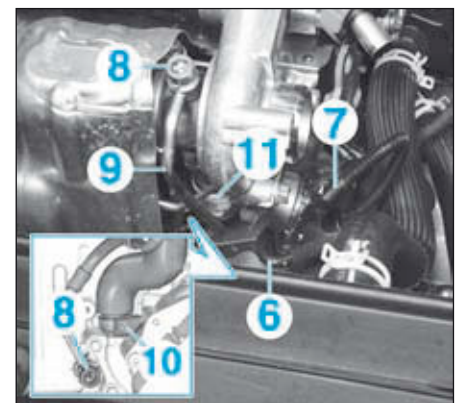
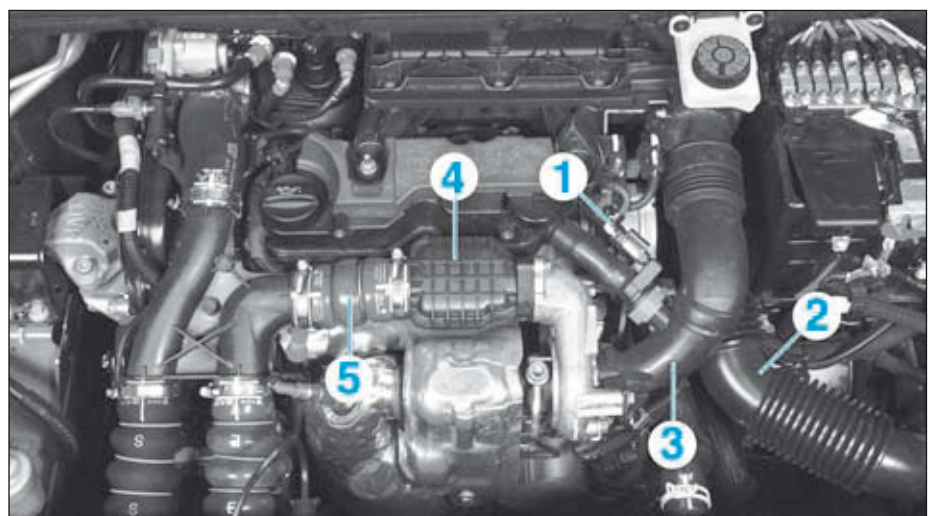

FIG.66
FIG.65
- Débrancher (Fig.65) :
- le connecteur (1),
- le conduit d'air (2),
- le conduit d'entrée d'air du turbocompresseur (3),
- l'atténuateur de bruit (4),
- le raccord d'air (5).
- Débrancher la canalisation à dépression (6) (Fig.66).
- Débrancher le connecteur (7).
- Déposer les raccords (8) et la canalisation de lubrification (9).
- Desserrer le collier (10) et débrancher la canalisation de retour d'huile (11).